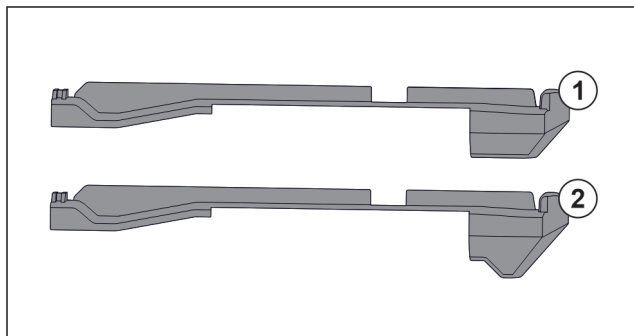

Fig. 217 Krahassimi i pjesëve kapëse
Në pajisje gjenden dy pjesë kapëse të ndryshme. Pjesa kapëse mbi sirtarin më të poshtëm Fig. 217 (2) ka një cep në formë trekëndëshi. Të gjitha pjesët e tjera kapëse Fig. 217 (1) kanë një cep të drejtë.
- Vendosni pjesën kapëse Fig. 217 (2) me cepin në formë trekëndëshi mbi sirtarin më të poshtëm.
- Vendosni pjesën kapëse Fig. 217 (1) me cepin e drejtë në të gjitha vendet e tjera.